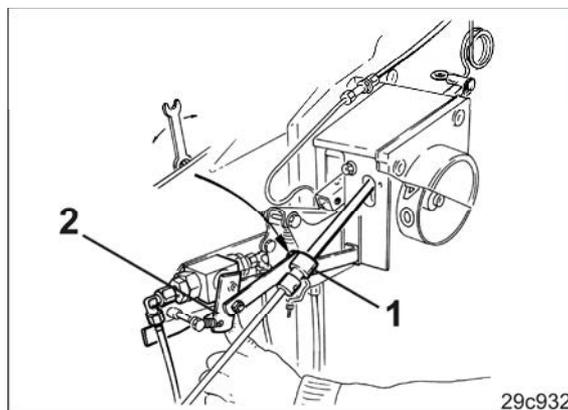

Fig. 217
2. Soltar el anillo de ajuste (Fig. 217/1).
3. Presionar hacia abajo la palanca de la válvula de mando (Fig. 217/1).